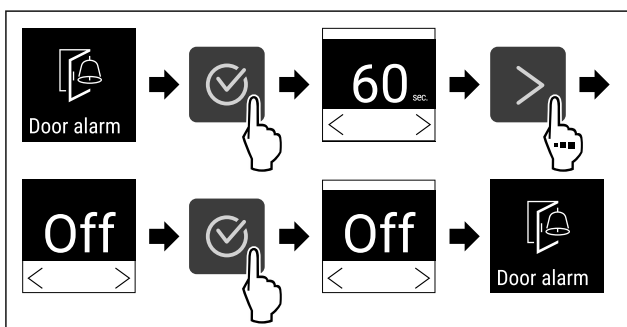

Fig. 107
- ▶ Genomför handlingsstegen (se Fig. 107).